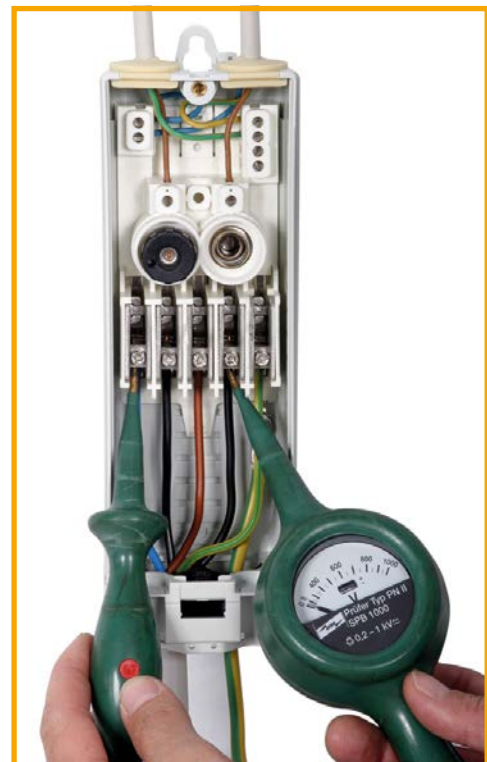

Bild 3.2
3.2 Spannungsfreiheit feststellen Allpolig durchführen (siehe Bild 3.2)